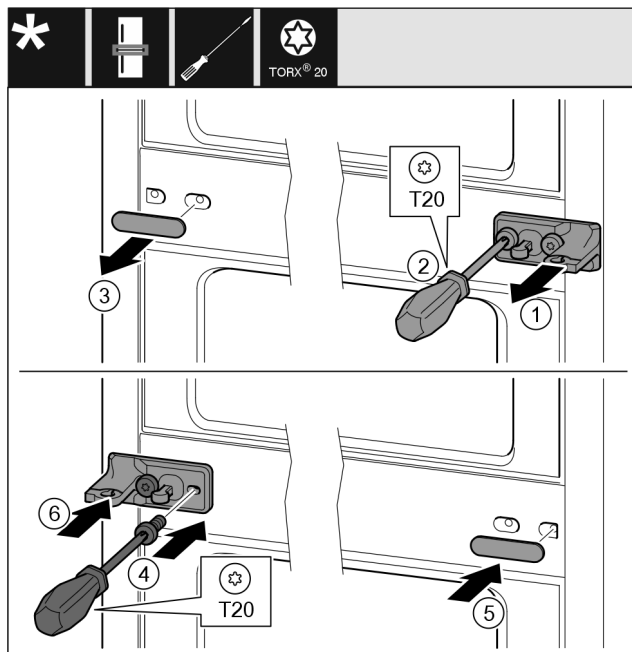

Fig. 12
- ▶ Свалете шайбата Fig. 12 (1).
- ▶ С отвертка отвийте винтовете Fig. 12 (2).
- ▶ Свалете внимателно капака Fig. 12 (3).
- ▶ Затегнете здраво от другата страна лагерната стойка с фолио Fig. 12 (4), завъртяна на 180°.
- ▶ Поставете капака Fig. 12 (5), завъртян на 180°, от другата страна.
- ▶ Нахлузете отпред шайбата Fig. 12 (6).